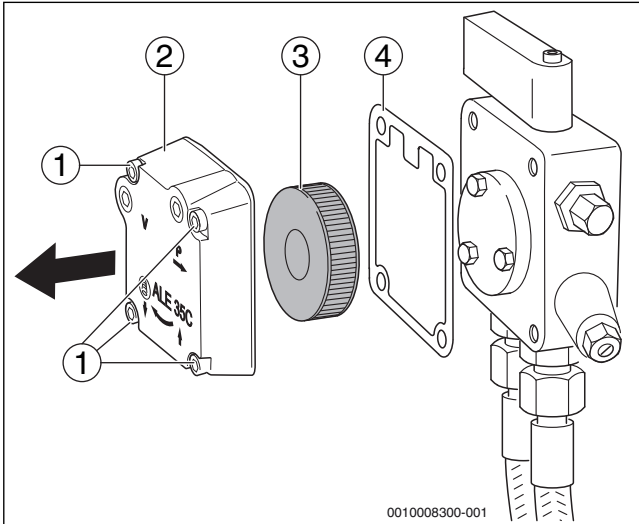

Fig. 30 Contrôler le filtre de la pompe à fioul – Pompe à fioul Suntec
- ▶ Desserrer les quatre vis hexagonales (→ fig. 30, [1]).
- ▶ Retirer le couvercle du boîtier (→ fig. 30, [2]).
- ▶ Retirer le filtre de la pompe à fioul (→ fig. 30, [3]).
- ▶ Vérifier si le joint (→ fig. 30, [4]) est endommagé et le remplacer si nécessaire.
- ▶ Nettoyer le filtre de la pompe à fioul (→ fig. 30, [3]) avec de l'essence et le remplacer si nécessaire, puis le remettre en place sur la pompe à fioul.